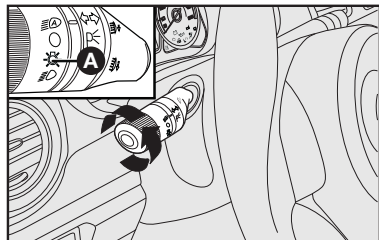

fig. 42
## Luzes de posição - fig. 42
**A-fig. 42.**